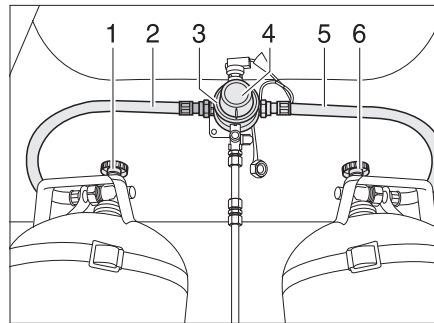
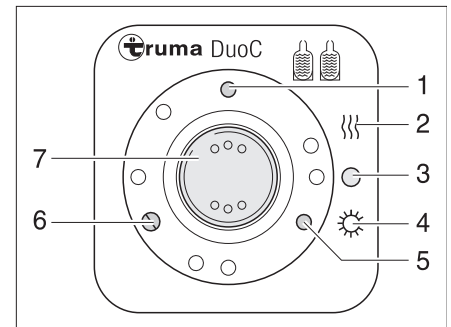

Bild 68 DuoControl-Umschaltanlage
Bild 69 Bedieneinheit
Die DuoControl-Umschaltanlage besteht aus einem Umschaltventil (Bild 68,3) und der Bedieneinheit (Bild 69). Das Umschaltventil ist zwischen den Gasschläuchen (Bild 68,2 und 5) montiert. Mit dem Drehknopf (Bild 68,4) am Umschaltventil kann bestimmt werden, welche der Gasflaschen als Betriebsflasche und welche Gasflasche als Reserveflasche verwendet wird.
An der Bedieneinheit (Bild 69) können nur die elektrischen Funktionen geschaltet werden. Die Haupt-Absperrventile der Gasflaschen (Bild 68,1 und 6) müssen von Hand geöffnet werden.
Das Umschaltventil gewährleistet einen konstanten Gasdruck, unabhängig davon, welche Gasflasche Gas liefert. Die zwei Kontroll-Leuchten an der Bedieneinheit zeigen den Füllstand der Betriebsflasche an. Wenn die grüne Kontroll-Leuchte (Bild 69,6) leuchtet, ist die Betriebsflasche voll. Wenn die rote Kontroll-Leuchte (Bild 69,5) leuchtet, ist die Betriebsflasche leer. Die Gasversorgung erfolgt dann über die Reserveflasche.
- Die Haupt-Absperrventile an den Gasflaschen (Bild 68,1 und 6) öffnen.
- Mit dem Drehknopf (Bild 68,4) am Umschaltventil (Bild 68,3) die Gasflasche wählen, der vorrangig das Gas entnommen werden soll (Betriebsflasche).
- An der Bedieneinheit (Bild 69) die DuoControl-Umschaltanlage einschalten.
Dazu den Wippschalter (Bild 69,7) auf Winterbetrieb "Ein und Heizen" (Bild 69,2) oder auf Sommerbetrieb "Ein" (Bild 69,4) stellen. Das Umschaltventil ist jetzt entlüftet. Die gelbe Kontroll-Leuchte (Bild 69,1) leuchtet, wenn Winterbetrieb gewählt wird und die Regler-Enteisungsanlage eingeschaltet ist.
- Den Wippschalter (Bild 69,7) auf "0" (Bild 69,3) stellen. Die gelbe Kontroll-Leuchte (Bild 69,1) erlischt.
- Die Haupt-Absperrventile an den Gasflaschen (Bild 68,1 und 6) schließen.
**Fernanzeige** Die Kontroll-Leuchten an der Bedieneinheit (Bild 69,5 und 6) signalisieren im Fahrzeuginneren, ob die Betriebsflasche betriebsbereit ist.
**Gasflaschenwechsel** Wenn die grüne Kontroll-Leuchte (Bild 69,6) während des Betriebs erlischt und die rote Kontroll-Leuchte (Bild 69,5) aufleuchtet, ist die als Betriebsflasche gewählte Gasflasche leer und muss gewechselt werden. Die Reserveflasche versorgt die Gasverbraucher weiterhin mit Gas.